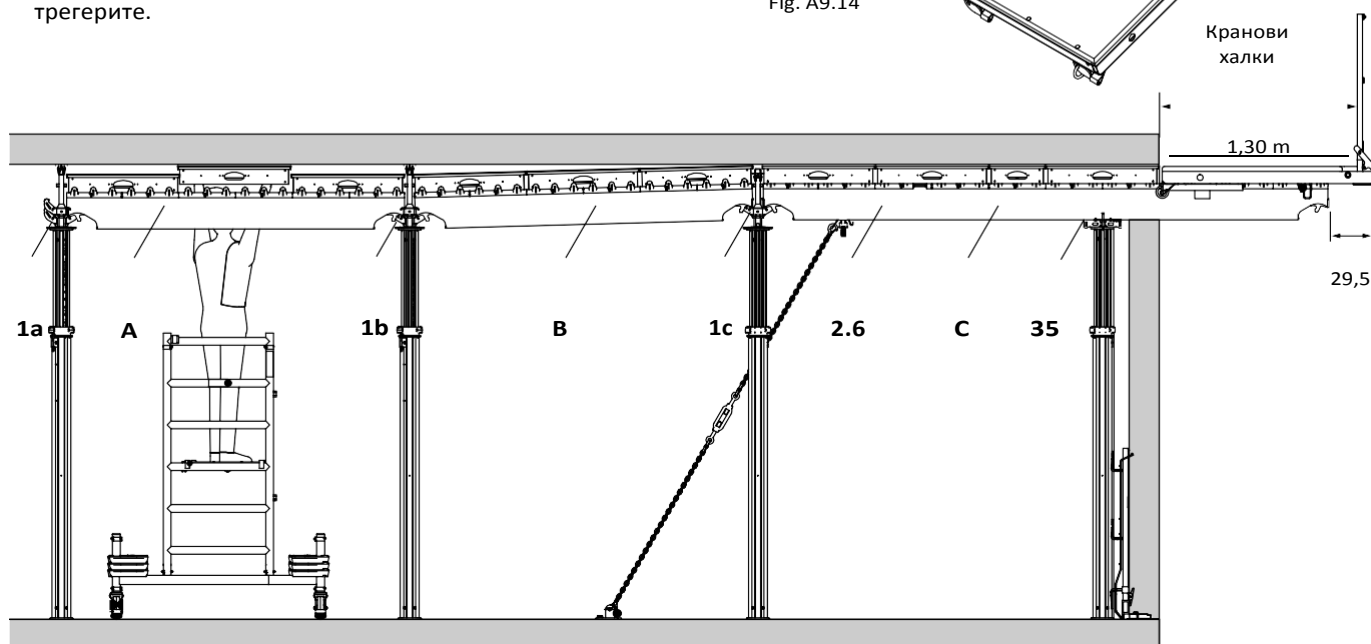

Fig. A9.15
4. Премахнете панелите и трегерите от последния стандартен ред (A). (Fig. A9.15). Все още не премахвайте редове B+C!